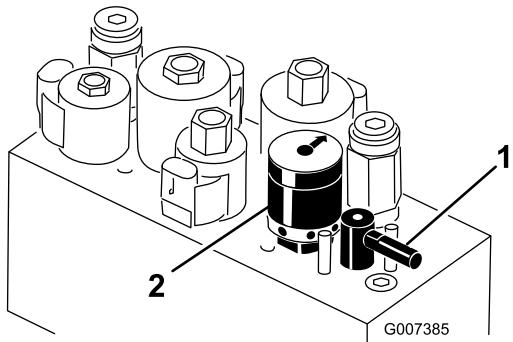

Figura 32
- Per impostare la velocità dei cilindri girate la manopola (Figura 32) fino a portare le frecce in linea con il numero corrispondente all'impostazione desiderata.